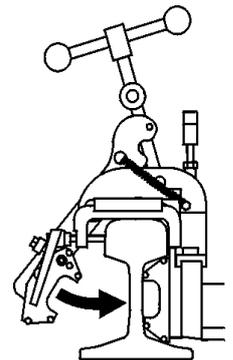

Abbildung 16: Cembre Arm andrücken
- Dann Arm mit dem gegenüberliegenden Backenprofil andrücken (→ Abbildung 16)